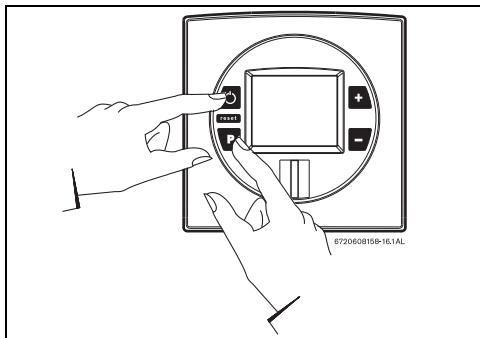

Рис. 41 Режим настройки подачи газа
- ▶ Нажмите и удерживайте кнопку программирования и нажмите кнопку «Вкл./выкл.» для включения прибора (Рис. 41.).